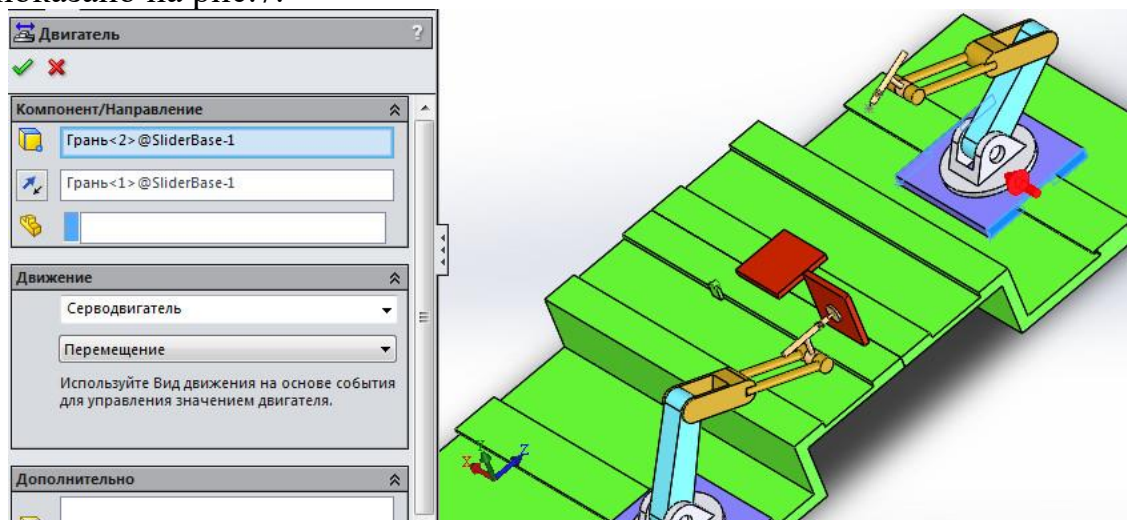

Рис. 7. Створення серводвигуна
4.2.2. Встановити місце розташування та параметри руху серводвигуна як показано на рис.7.